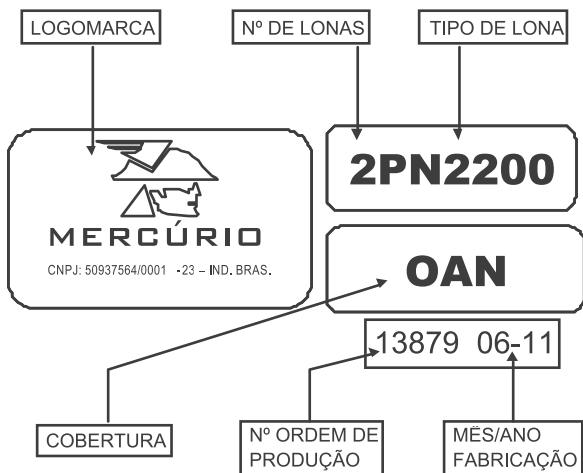

Figura 21
- b) Se for da Mercúrio, procure a gravação em relevo que contém o N° da OP (a *Ordem de Produção* é um documento interno que contém todo o histórico de fabricação do produto). Apesar de poder haver variações sobre o tipo de gravação, o N° da OP sempre estará presente no carimbo. Veja a figura 21.